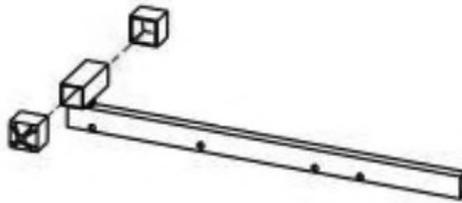

Abbildung 24
- Befestigen Sie die Endkappen am Ausleger wie in Abb. 24 gezeigt.